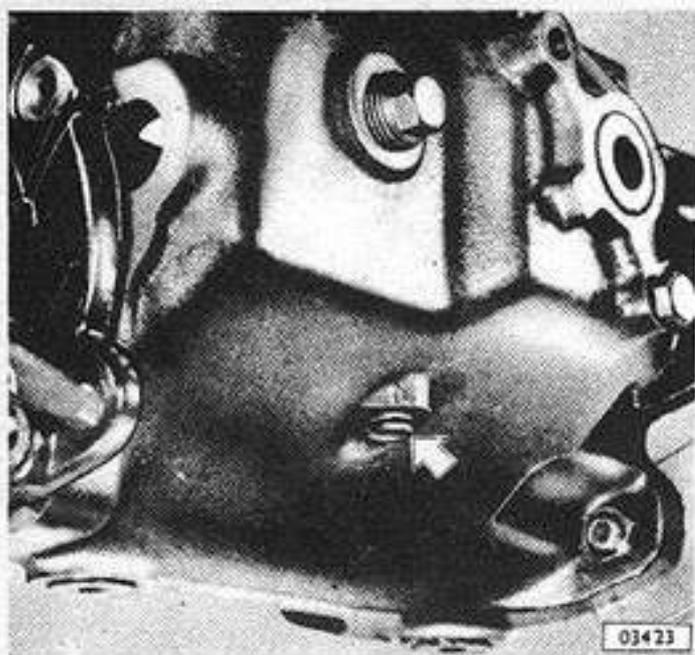

Fig. 7 - Ubicación de los retenes
2. Con un destornillador, extraer a los dos retenes del eje selector (Fig. 7).